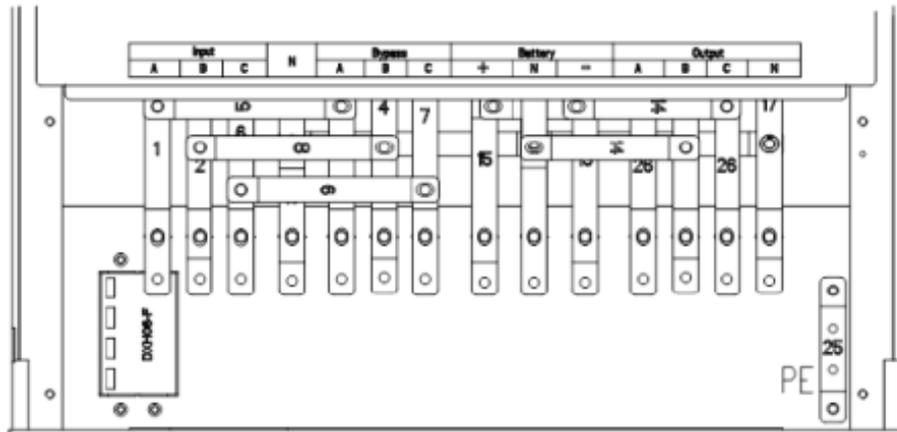

Рис. 2-16 Клемная колодка ИБП 60/80/90/120кВА
2. Снимите защитную крышку силовых клемм. Расположение клемм ввода, вывода, батарей и защитного проводника показано на Рис.2-16 – 2-19.